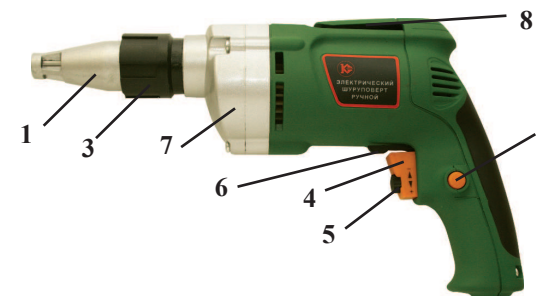

рис. 1
4.1 Общий вид шуруповёрта схематично представлен на рис. 1